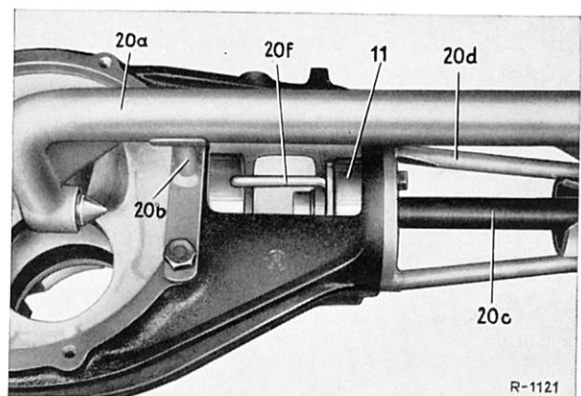

Bild 35-11/11
15 Abstandhülse vom Antriebskegelrad (7) abnehmen und Innenring mit Rollenkäfig des hinteren Kegelrollenlagers (10) auf einer Presse mit der Vorrichtung (1) abdrücken (Bild 35-11/12).